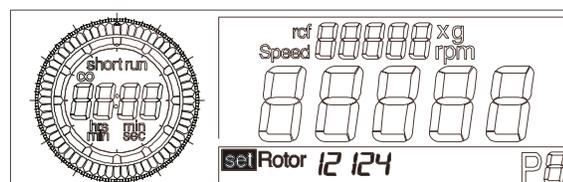

Abb. 5.14: Rotorvorwahl
- Drehen Sie den linken Drehknopf, bis im Anzeigenfeld "set" vor der Option "Rotor" erscheint (siehe Abb. 5.14).